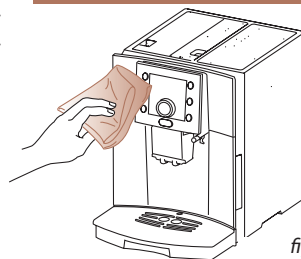

fig. 10
Il est conseillé de nettoyer régulièrement l'extérieur de l'appareil avec le **Chiffon en microfibre (G)** afin d'éviter de rayer la finition extérieure (fig. 10).